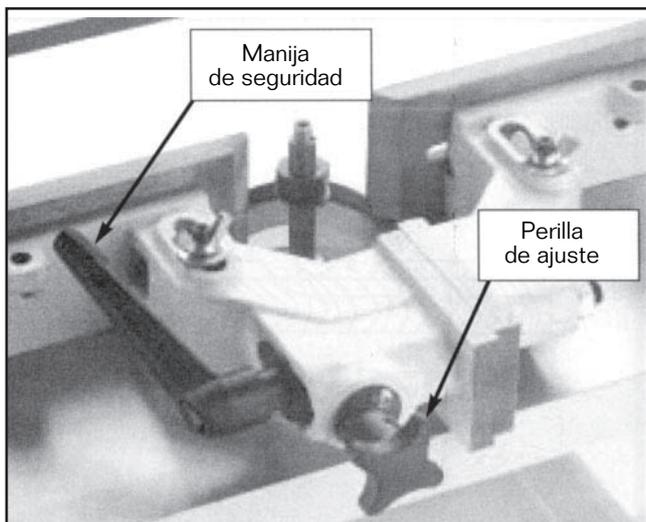

Figura 24. Controles de la valla
1. Afloje la manija de seguridad mostrada en la Figura 24.